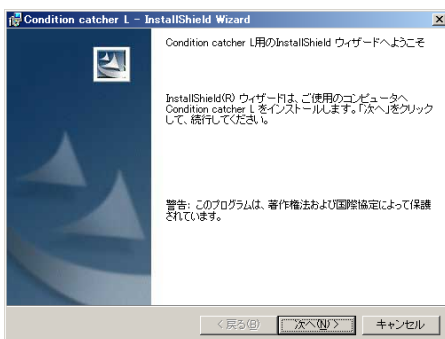

図4. インストール画面1
- ① Windows 上のアプリケーションを全て終了させ、付属の CD をパソコンに挿入します。
- ② Windows の『スタート』メニューの『ファイル名を指定して実行』をクリックし、CD の『Setup.EXE』を実行してください。
- ③ Setup が起動すると図4のような画面が表示されます。『次へ』ボタンをクリックしてください。